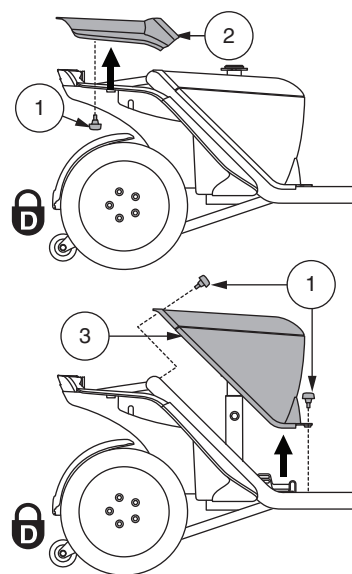

Figura 12. Rimozione/installazione della scocca della batteria
2. Sollevare la scocca posteriore togliendo le due (2) viti che la fissano al telaio del veicolo e poi sollevare la scocca verso l'alto ed allontanarla dal veicolo. **Vedere figura 12.**
3. Sollevare la scocca del pacco batterie togliendo le quattro (4) viti che la fissano al telaio del veicolo e poi sollevare la scocca verso l'alto ed allontanarla dal veicolo. **Vedere figura 12.**